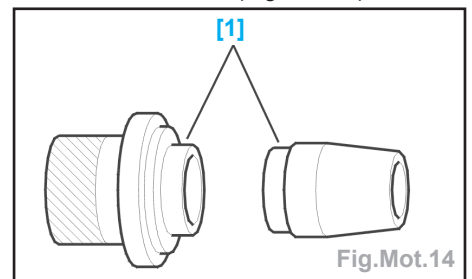

Fig.Mot.14
- Outils nécessaires (Fig.Mot.14) :